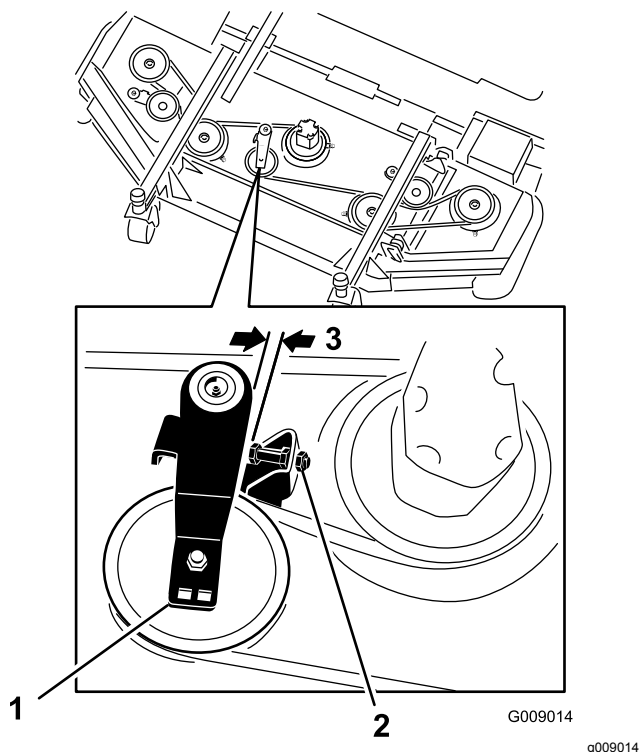

Bild 124
3. Lösen Sie am Frontmähwerk in der Mitte die Klemmmuttern an der Anschlagsschraube der Spannscheibe und drehen die Anschlagsschraube in die Halterung (Bild 124).
4. Schieben Sie jede Spannscheibe des Seitenmähwerks mit einem Ratschenschlüssel oder einem ähnlichen Werkzeug vom Treibriemen, um die Spannung zu lösen, und lassen Sie den Riemen von der Spannscheibe des Seitenmähwerks rutschen (Bild 124).